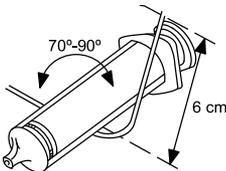

Abbildung 1. Biegen des Mandrins
2. Wählen Sie einen Mandrin nach der Funktion und der bevorzugten Festigkeit. Falls gewünscht, können Sie den Mandrin mit einem sterilen Instrument mit glatter Oberfläche (z. B. einem 10-ml- oder 12-ml-Spritzenkolben) vorsichtig formen (Abbildung 1 Biegen des Mandrins auf Seite 14).